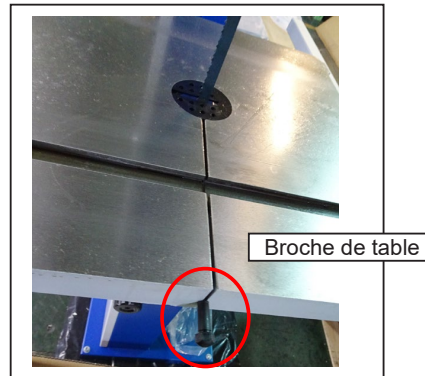

Figure 1
1. Insérez la broche de la table dans la rainure de la table comme. (Reportez-vous à la Figure 1)